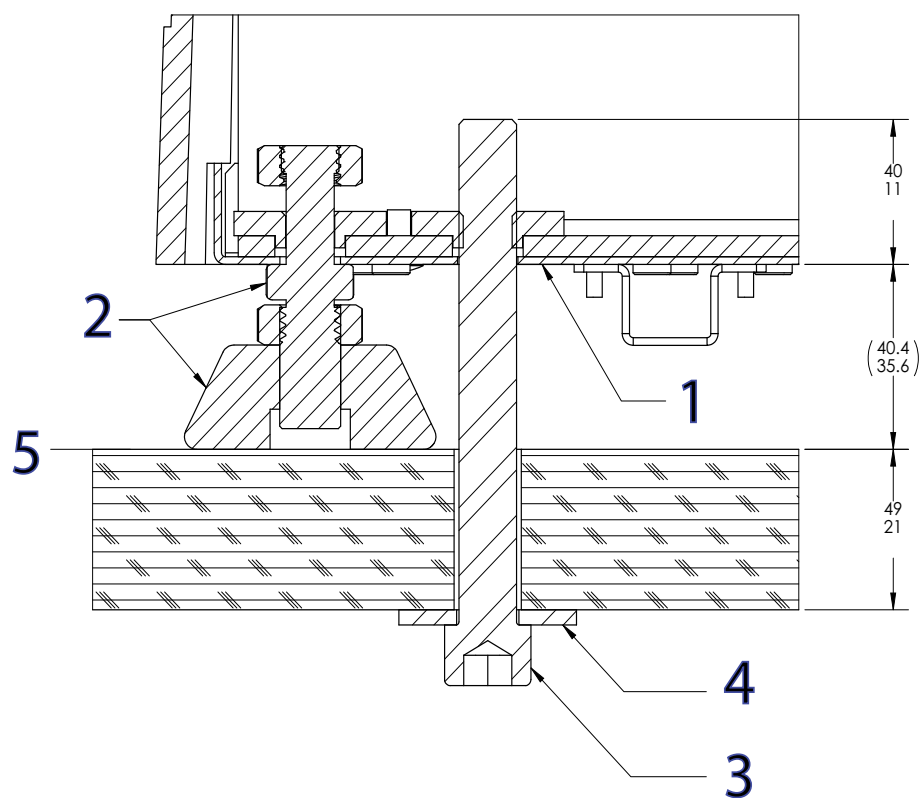

Figura 17. Fijación del bastidor a la mesa
Leyenda de la Figura 17
3. Instale todos los pernos y las arandelas sobredimensionadas como se muestra en la Figura 17 en la página 73.